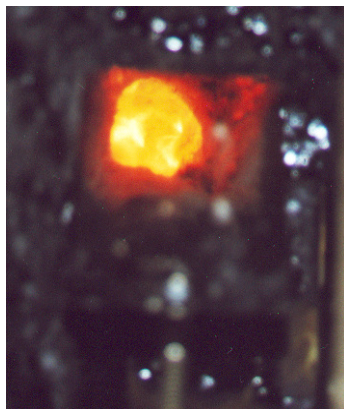

Bild 5: Schornsteinbrand aus dem Blickwinkel eines Kontrollspiegels
- Bild 5: Landesverband des Schornsteinfegerhandwerks Baden-Württemberg